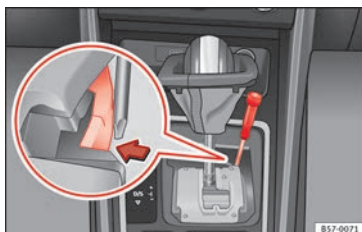

Fig. 56 Palanca selectora: desbloqueo de emergencia en la posición de aparcamiento.
- Con ayuda de un destornillador, presione lateralmente la pestaña amarilla de desbloqueo y manténgala presionada » **fig. 56**.
- Pulse la tecla de bloqueo de la palanca selectora (A) y desplace la palanca selectora hasta la posición **N**.